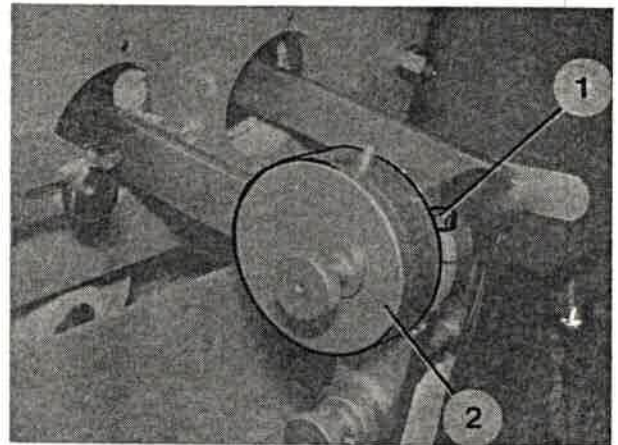

Bild 243
1. Klemmschraube (Bild 243/1) lösen.
2. Aufnahme (Bild 243/2) des Exzenters entsprechend verdrehen und Klemmschraube wieder festziehen.